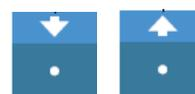

Рис. 2
- На дисплее появится надпись **SEt** (рис. 2), подтверждающая доступ к основным параметрам меню.